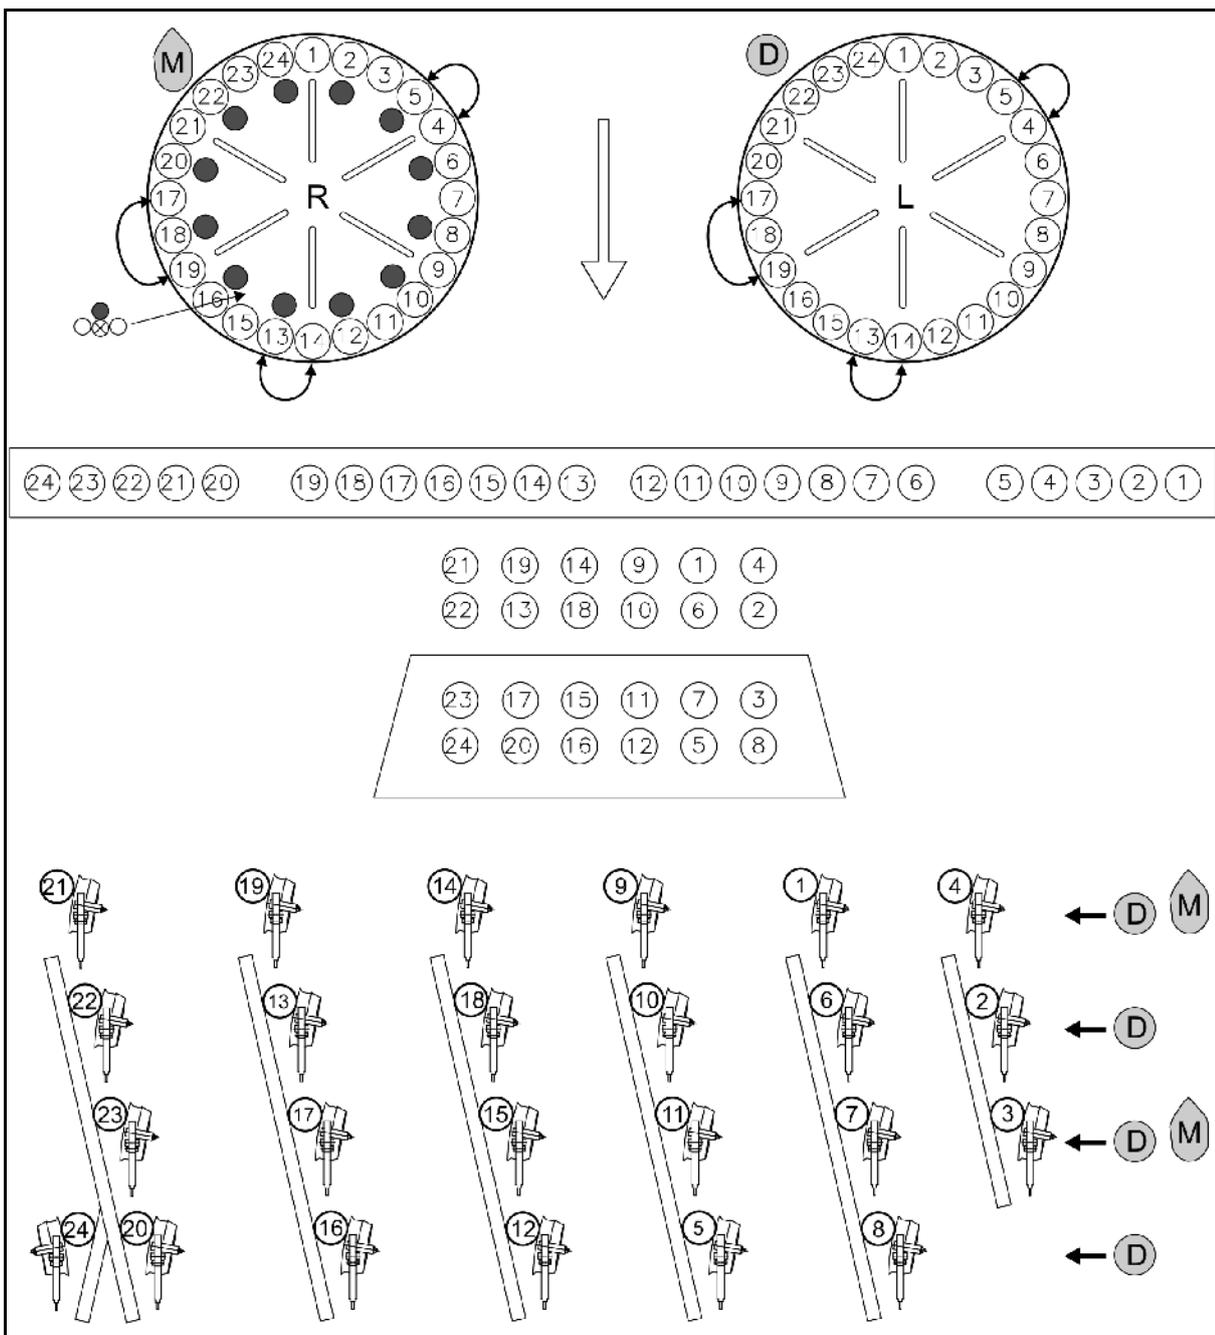

Fig. 47
- Maíz **M**: Montar los tapones de cierre correctamente Fig. 47.